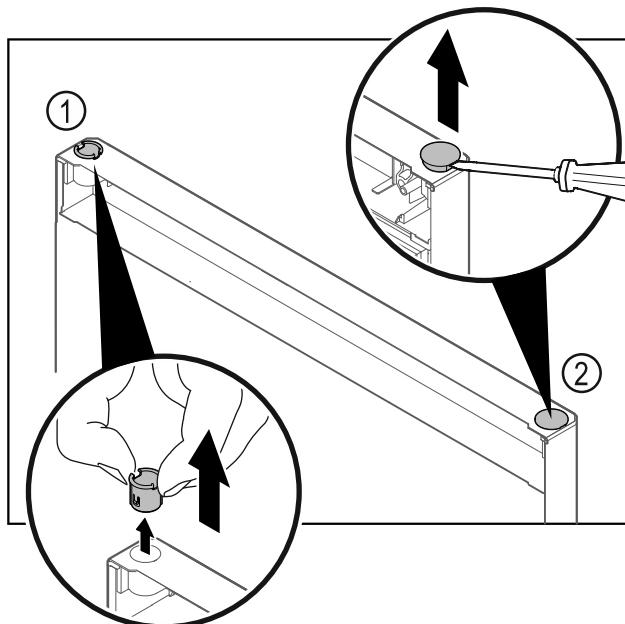

Fig. 11
- Витягніть шарнірну втулку Fig. 11 (1) пальцями.
- За допомогою шліщової викрутки обережно підніміть заглушку Fig. 11 (2) та витягніть її.